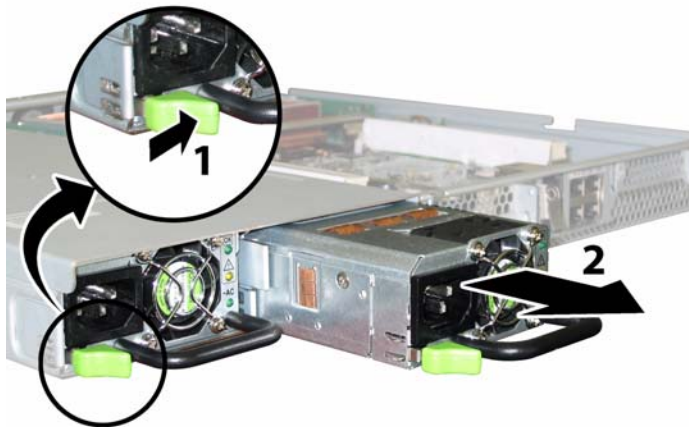

ABBILDUNG 3-58 Ausbauen eines Netzteils
- a. Fassen Sie das Netzteil am Griff an, und drücken Sie den kleinen Hebel zur Mitte des Netzteils. Siehe ABBILDUNG 3-58.